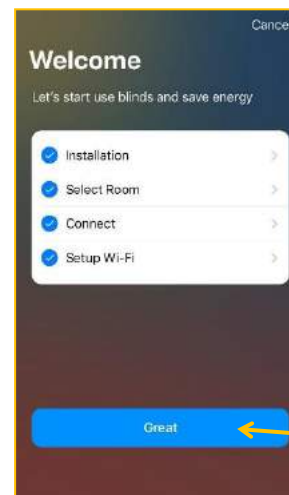

Abbildung 15
10.4.2 Den Verbindungsvorgang durchgehen (Abb. 15):